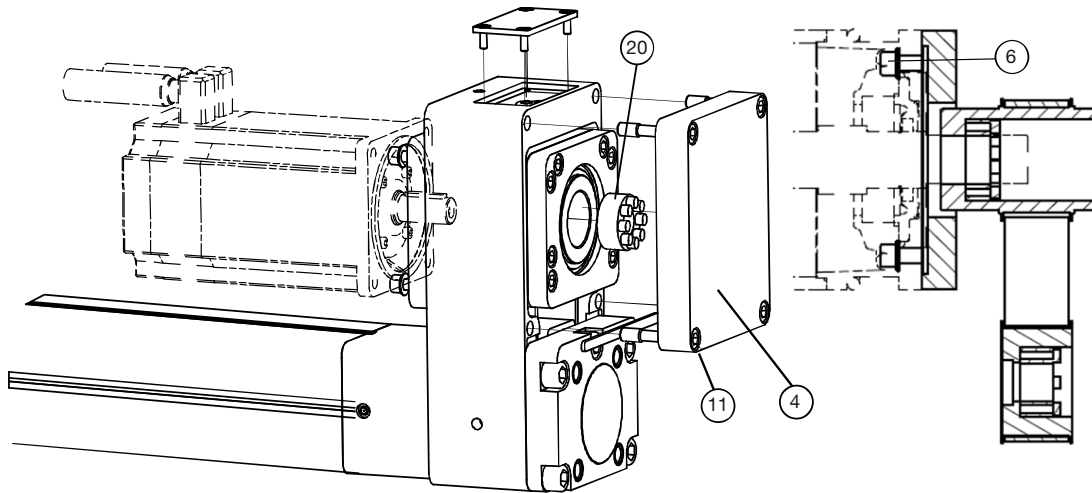

Bild3: Parallelgehäuse
- ◆ Deckel (Bild3 Pos.4) und Schrauben (Bild3 Pos.11) demontieren.
- ◆ Alle Spannschrauben der Spannbuchse (Bild3 Pos.20) lösen (ca. 3 mm).
- ◆ Befestigungsschrauben des Motors lösen (Bild3 Pos.6).
- ◆ Spannsatz (Bild3 Pos.20) entnehmen.
- ◆ Klemmbuchse (Bild3 Pos20) in die Hohlwelle einlegen und bis an den inneren Anschlag schieben.
- ◆ Danach Spannschrauben der Spannbuchse (Bild3 Pos.20) stufenweise und gleichmäßig (in 3 Umläufen mit 1/3, 2/3 und dem ganzen Anzugsmoment) über Kreuz anziehen, bis das Schraubenanzugsmoment (siehe Tabelle) erreicht wird. Es kann mittels Hakenschlüssel an der Zahnscheibe, mit den daran vorgesehenen Bohrungen, gegengehalten werden
- ◆ Deckel (Bild3 Pos.4) und Schrauben (Bild3 Pos.11) montieren.